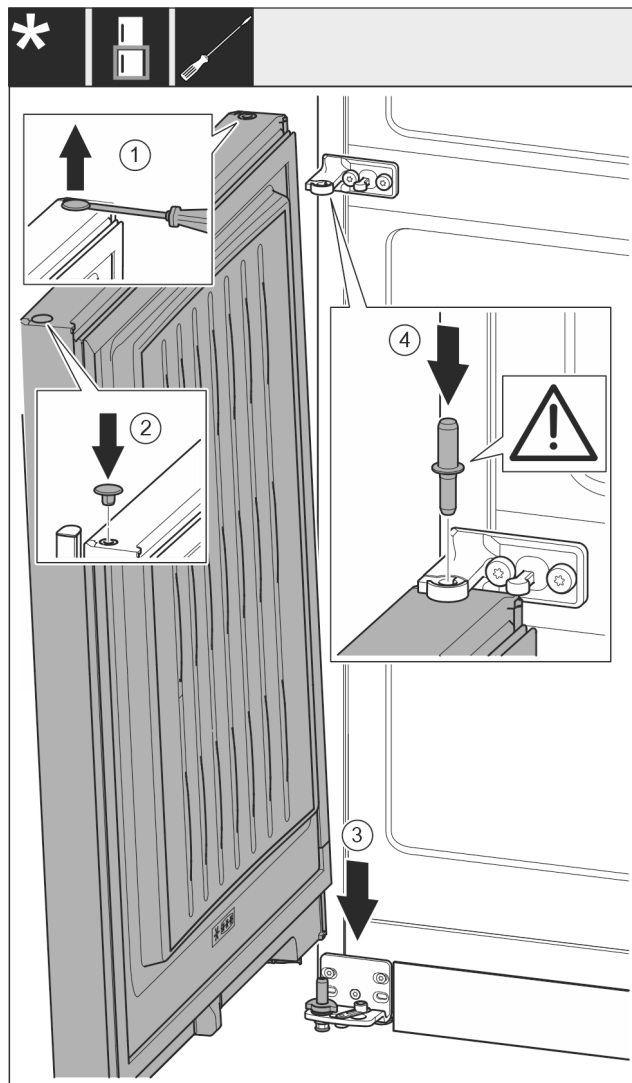

Fig. 29
- ▶ Løft proppen forsiktig opp med en skrutrekker, og trekk den ut. Fig. 29 (1)
- ▶ Sett proppen inn igjen på den andre dørsiden. Fig. 29 (2)
- ▶ Sett døren ned på den nederste lagerbolten ovenfra. Fig. 29 (3)
- ▶ Sett midtre lagerbolt gjennom midtre lagerbukk i nedre dør. Pass samtidig på at låsebolten peker bakover. Fig. 29 (4)